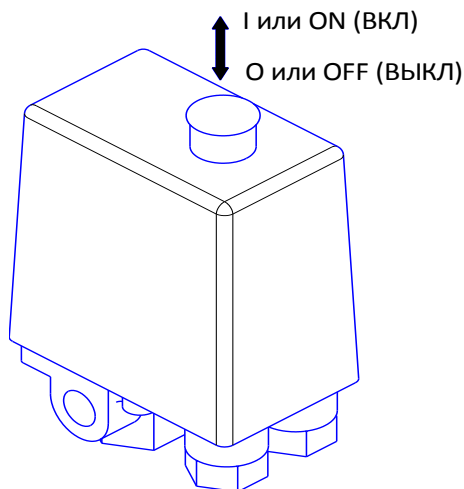

Рисунок 4
1 Проверьте, чтобы выключатель на прессостате находился в выключенном положении "О" или "OFF", в зависимости от исполнения (см. рисунок 4).
4 Включите компрессор выключателем на прессостате. Для этого необходимо переключить выключатель в положение "I" или "ON", в зависимости от исполнения (см. рисунок 4).
- 1 Переключите выключатель на прессостате в положение "О" или "OFF", в зависимости от исполнения (см. рисунок 4).